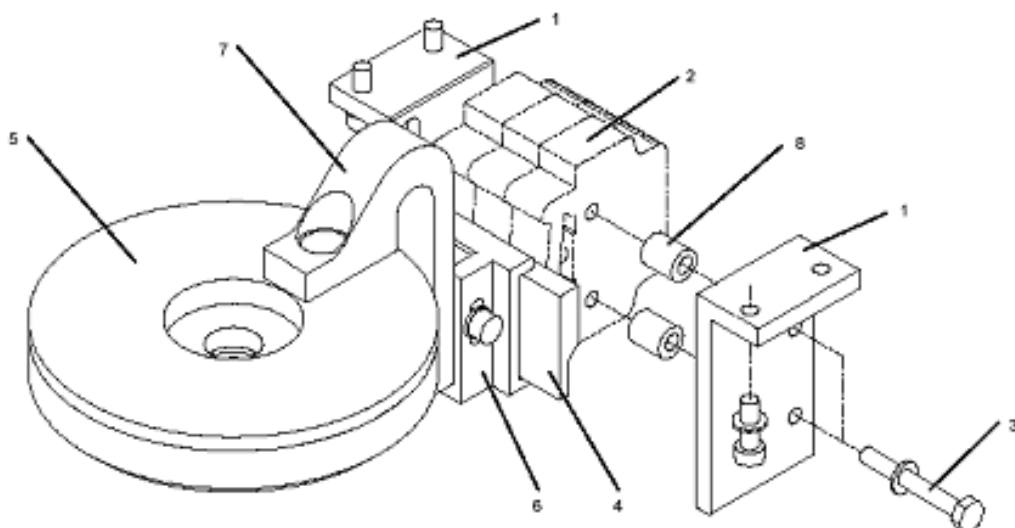

Рис. 2.11 Регулируемый вспомогательный контакт
**Блок регулируемых вспомогательных контактов типа SCHALTBAU (см. рис. 2.11)**